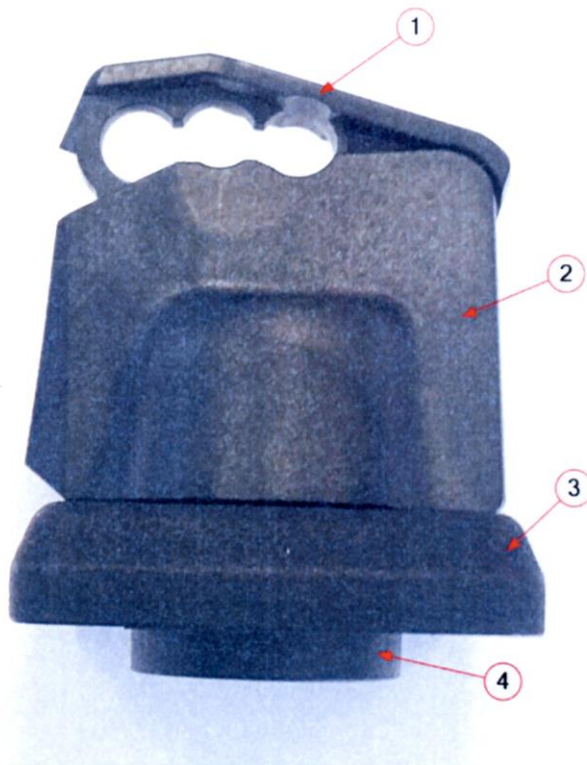

Fig. 1
- Fig. 1 – przedstawia widok rączki z lewego boku w stanie zablokowanym. Znajduje się na nim blokada rączki (1), uchwyt rączki (2), podstawa rączki (3) oraz pokrywa podstawy (4).